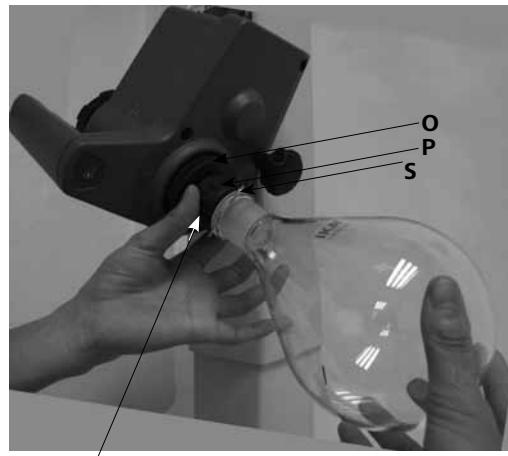

Fig. 16
- 핀이 베이퍼 투브에 놓일 수 때까지 핀 (**S**)으로 플라스틱 너트 (**P**)를 시계 반대 방향으로 돌립니다. (Fig. 16).